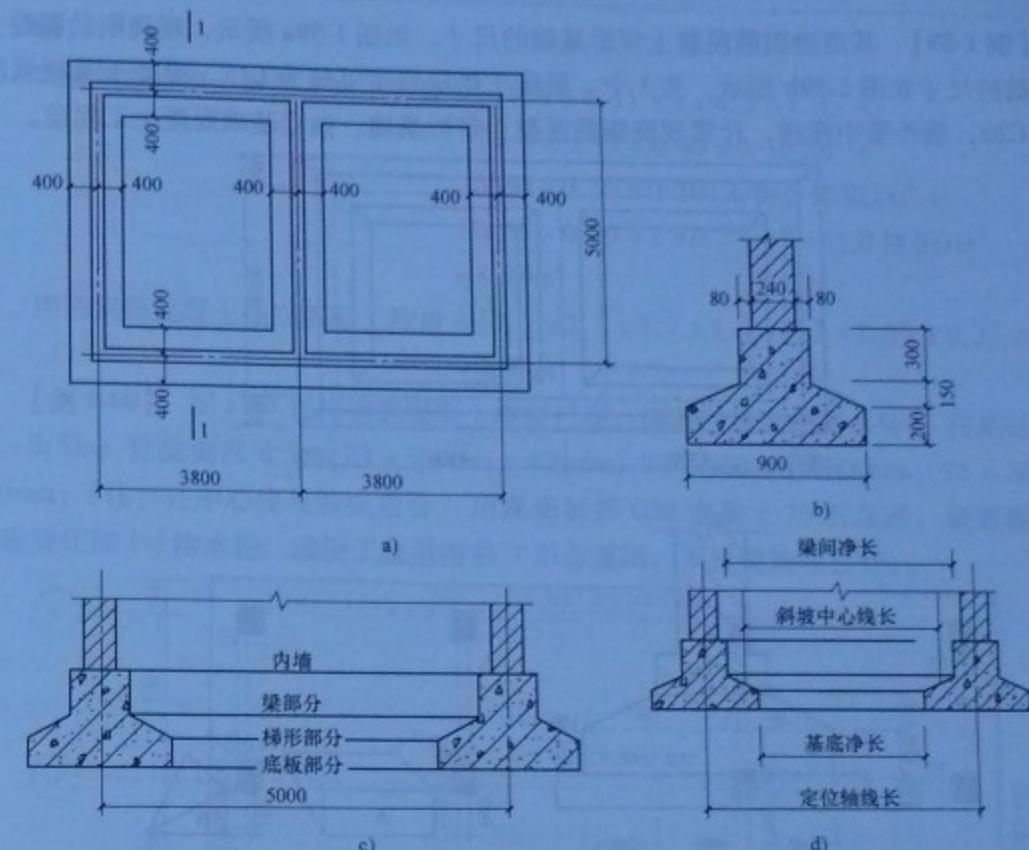

图 1-58 基础平面图及剖面图
**【例 1-58】** 图 1-58 所示为有梁式条形基础，计算其混凝土工程量。